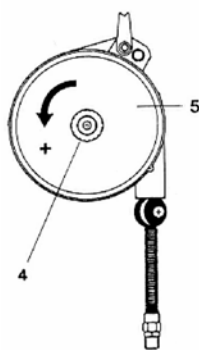
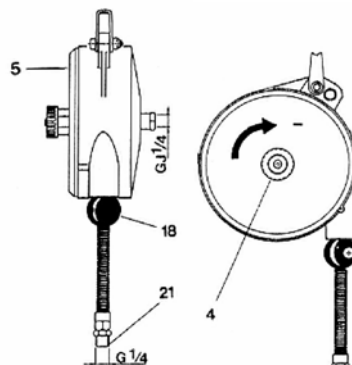
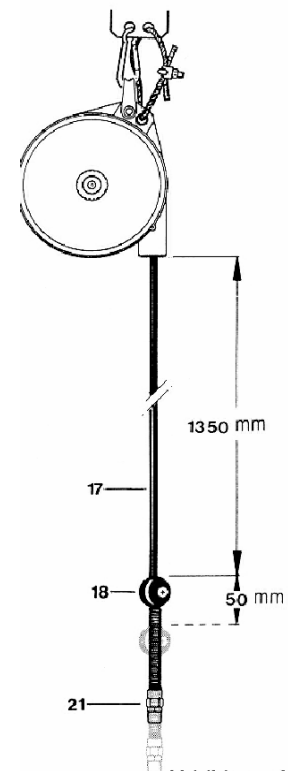

Abbildung 2
Abbildung 3
Abbildung 4
Tragleistung wird erhöht, indem Knopf (4) nach links gedreht wird (Abbildung 2). Tragleistung wird verringert, indem Knopf (4) herausgezogen und nach rechts gedreht wird (Abbildung 3). Während der Arbeit darf der Schlauch nicht vollständig ausgezogen werden; es sollte mindestens 50mm vor Hub-Ende stoppen (Abbildung 4). Wenn nötig, ist die Klemme (18) neu zu positionieren, um den Verstellbereich nach oben zu beschränken.